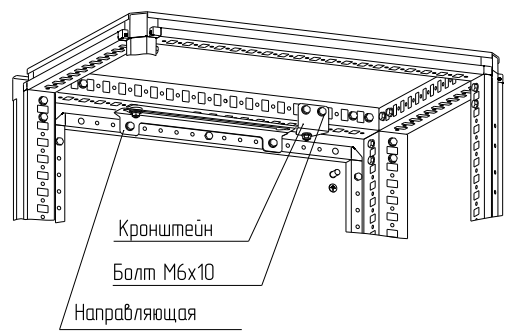

Рисунок 67
4.39.2 Закрепить кронштейн ограничителя угла открытия двери 90 град на крыше каркаса болтами М6×10 (рисунок 67). Момент затяжки – 7 Н·м.